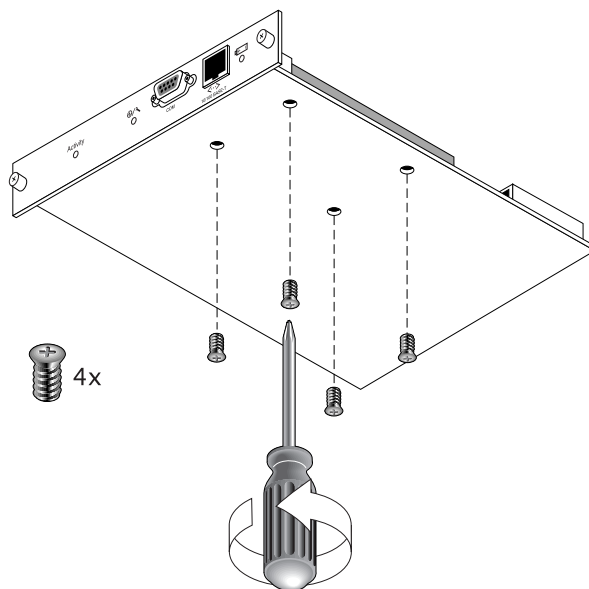

FIGURE 4-5 Vis retirées sous le module de batterie
5. À l'aide d'un tournevis à pointe cruciforme, ôtez les quatre vis de la batterie situées sous le module pour libérer la batterie ; cette opération est semblable à celle indiquée à la FIGURE 4-5.